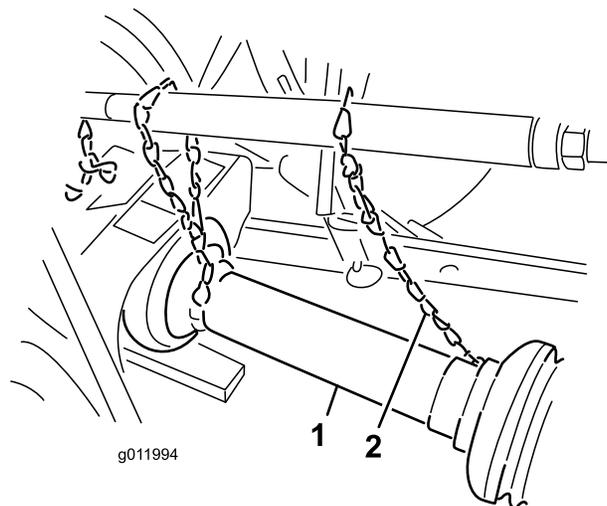

Figura 6
4. Premete il perno per fissare in posizione l'albero della PDF e fate scorrere avanti e indietro l'albero della PDF per assicurarvi che sia correttamente bloccato (Figura 6).
5. Collegate le catene di sicurezza dei carter dalle sezioni dell'albero di trasmissione ai fermi saldati sui bracci di attacco o ai carter della PDF (Figura 6).